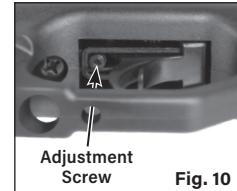

Fig. 10
- Auftgeværet er udstyret med en justerbar totrinsaftrækker.Aftrækkerpunktet og aftrækkerbevægelsen er fabriksindstillet (Fig.10).